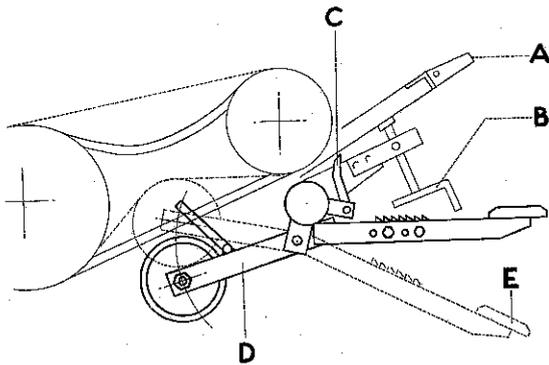

Figure 14 - Réglage de la densité des bottes et pédale d'embrayage
Pour augmenter la densité, relevez insensiblement le couloir mobile en agissant sur la vis manivelle située sous le couloir à l'arrière de la presse (voir fig. 14).
- 1 - Desserrez à fond le couloir mobile A au moyen de la manivelle B (fig. 14).